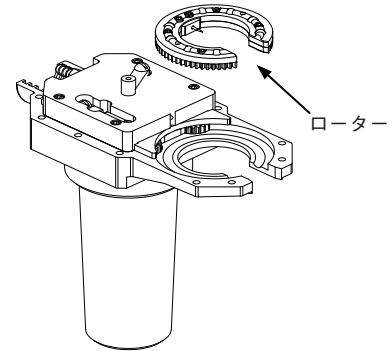

図 29：ローターを取り外す
7. ローターをモーター側ウェルド・ヘッド・ハウジングから取り外します。図 29 をご参照ください。